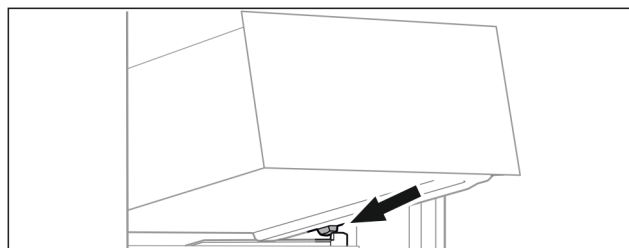

Fig. 103
- Applicare il cassetto inclinandolo dietro i fermi sulla nervatura del contenitore. (vedere Fig. 103)